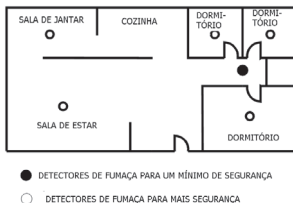
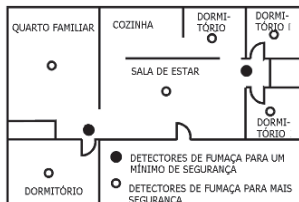

Figura 1: Locais para o estabelecimento de detectores de fumaça e de calor numa residência com um dormitório
Figura 2: Locais para o estabelecimento de detectores de fumaça e de calor numa residência com um único andar com mais de um dormitório
- ◆ Instale um detector de fumaça e de calor no hall/corredor de entrada de cada área separada dos dormitórios, como na Figura 1. São necessários dois detectores em casas com duas áreas de dormitório, como na Figura 2.